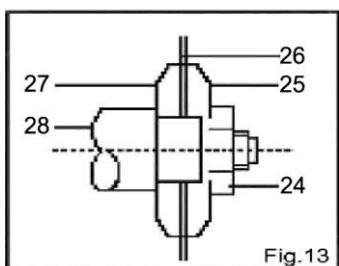

Fig.13
- Двумя гаечными ключами (поставляемыми в комплекте) ослабить (левосторонняя резьба) гайку (24, Рис.13)
- Снять внешний фланец (25, Рис.13), затем – режущий диск (26, Fig. 13)